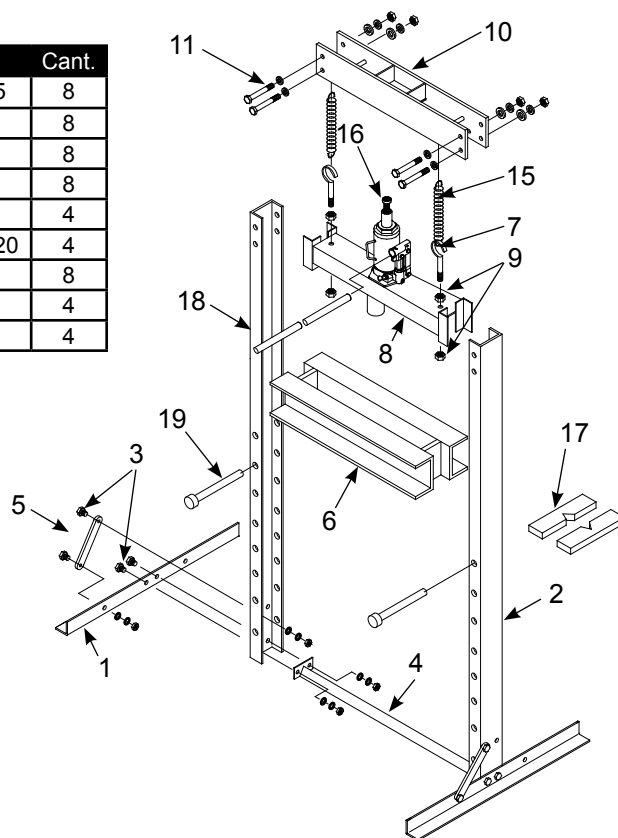

Figura 3: Ilustración de ensamblaje para el modelo 60120
**Modelo 60120:** (Consulte la Figura 3).
1. Instale las patas de la base (1) y el travesaño inferior (4) en los canales rectos (2) con pernos, arandelas planas, arandelas de seguridad y tuercas (3). Apriete a mano únicamente.
2. Instale los enlaces de soporte (5) en la base (1) y los canales rectos (2) con pernos, arandelas planas, arandelas de seguridad y tuercas (3).
3. Deslice cuidadosamente la bancada (6) hacia abajo hasta la posición más baja posible entre los canales rectos (2).
4. Instale los tornillos gancho (7) en el soporte del gato (8) con tuercas (9) como se muestra en la Figura 3. Deje la tuerca floja para que sea fácil conectar el resorte.
5. Deslice el soporte del gato (8) hacia abajo entre los canales rectos (2) sobre la bancada (6).
6. Instale el travesaño superior (10) en los canales rectos (2) con pernos, arandelas planas, arandelas de seguridad y tuercas (11).
7. Conecte un extremo de los resortes (15) en los ejes del travesaño superior (10) y el otro extremo en los tornillos gancho (7) en el soporte del gato.
8. Coloque cuidadosamente el gato de botella (16) entre la placa superior del travesaño superior (10) y el soporte del gato (8). Apriete las tuercas (9) que sujetan los tornillos gancho (7) para evitar que el gato se caiga accidentalmente.
10. Levante cuidadosamente la bancada (6) y fíjela con pasadores (9).
11. Coloque las placas de husillo (17) en la bancada (6).
12. La prensa está lista para usarse. No se olvide de introducir la manija (18) en el manguito de la manija del gato de botella.